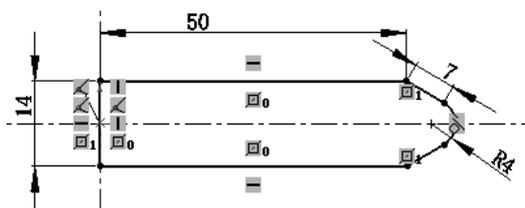

图 2.12.14 完成修改尺寸约束
Step 2 用同样的方法修改其余尺寸。尺寸完成修改后如图 2.12.14 所示。